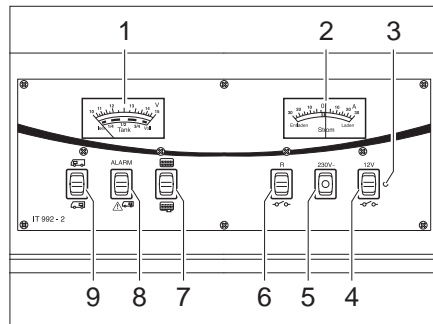

Fig. 169 Panneau de contrôle IT 992
Observer sur l'indicateur de charge/de niveau de réservoir (Fig. 169,1), la graduation supérieure. L'indicateur s'éclaire automatiquement dès qu'un commutateur est actionné.
- Commutateur à bascule (Fig. 169,9) vers le haut "☑" : La tension de la batterie de démarrage est affichée.
- Pousser le commutateur à bascule (Fig. 169,9) vers le bas "☒" : La tension de la batterie de cellule est affichée.
Observer sur l'indicateur de charge/de niveau de réservoir (Fig. 169,1) la graduation inférieure. L'indicateur s'éclaire automatiquement dès qu'un commutateur est actionné.
- Commutateur à bascule (Fig. 169,7) vers le haut  : Le niveau du réservoir d'eau est affiché.
- Pousser le commutateur à bascule (Fig. 169,7) vers le bas  : Le niveau du réservoir d'eaux usées est affiché.
Le voyant d'alerte rouge ALARME (Fig. 169,8) clignote dès que la charge de la batterie de cellule descend en dessous de 11 V (mesurée en marche) et qu'il y a risque de décharge profonde des batteries.
L'indicateur de courant (Fig. 169,2) affiche en permanence le courant de batterie circulant momentanément. L'indicateur s'éclaire automatiquement dès qu'un commutateur est actionné.
L'interrupteur principal 12 V (Fig. 169,4) établit ou coupe le panneau de contrôle et l'alimentation 12 V de la cellule.
Mise en service : ■ Commutateur à bascule (Fig. 169,4) vers le haut "  " : L'alimentation 12 V de la cellule est assurée. Le voyant de contrôle (Fig. 169,3) s'allume en vert.
Mise hors service : ■ Pousser le commutateur à bascule (Fig. 169,4) vers le bas "  " : L'alimentation 12 V de la cellule est coupée. Le voyant de contrôle (Fig. 169,3) s'éteint.
Le voyant de contrôle 12 V (Fig. 169,3) s'allume dès que l'interrupteur principal 12 V (Fig. 169,4) est enclenché.
Le voyant de contrôle 230 V jaune (Fig. 169,5) s'allume lorsque la tension de réseau est présente à l'entrée du bloc électrique.
Mise en service : ■ Pousser le commutateur à bascule (Fig. 169,6) vers le haut : Selon le modèle, la pompe de circulation, la pompe à eau sous pression ou le chauffage électrique pour le réservoir d'eaux usées sont mis en service.
Mise hors service : ■ Pousser le commutateur à bascule (Fig. 169,6) vers le bas "  " : Le circuit électrique est désactivé.